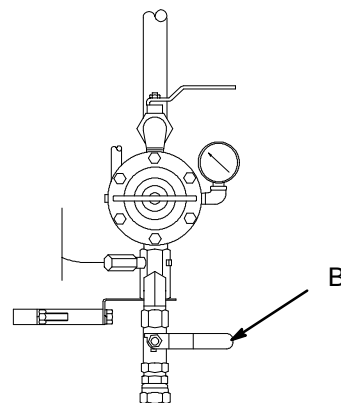

Fig. 8
- Vanne d'air principale accessoire de type purgeur ((B) sur Fig. 8) pour un module de régulation d'air à 3 régulateurs